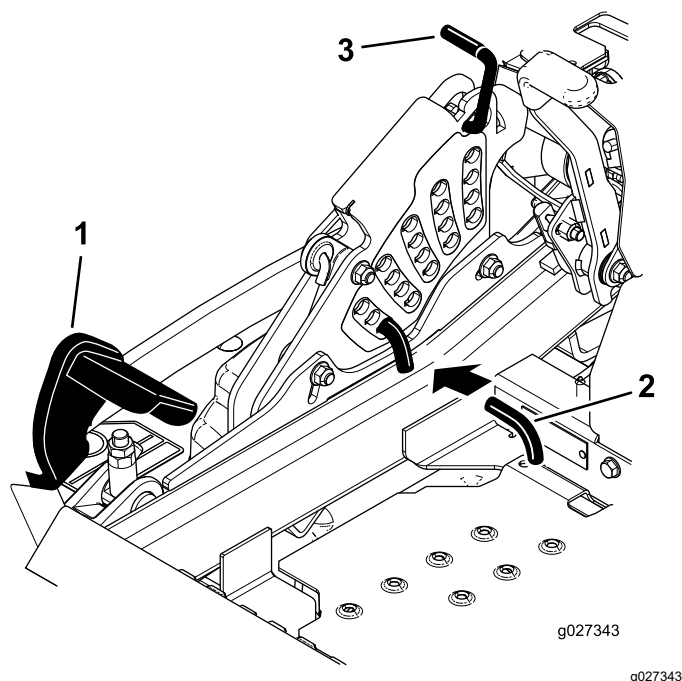

Figura 114
5. Empuje el pedal de elevación de la carcasa hacia delante del todo; la carcasa se enganchará en la posición de transporte de 14 cm (5½") (Figura 114).